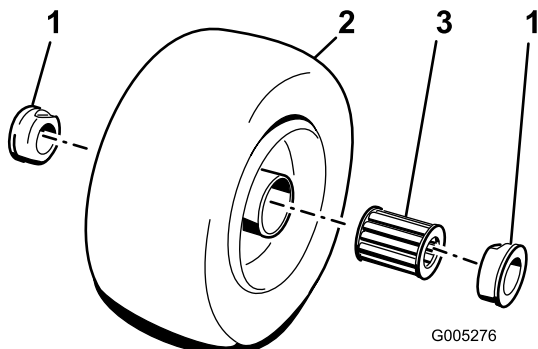

図 19
2. ホイールのハブから外側ベアリングを1個外してインナーベアリングを取り出す落ちてくる図 19。ホイールハブの反対側にあるベアリングを取る。